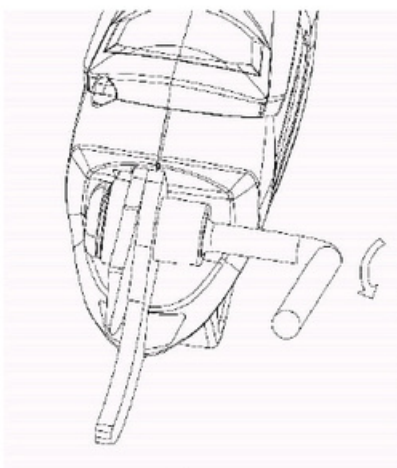

Fig. 4a
- Désserez l'écrou à l'aide d'une clé Allen appropriée. (Fig. 4a)